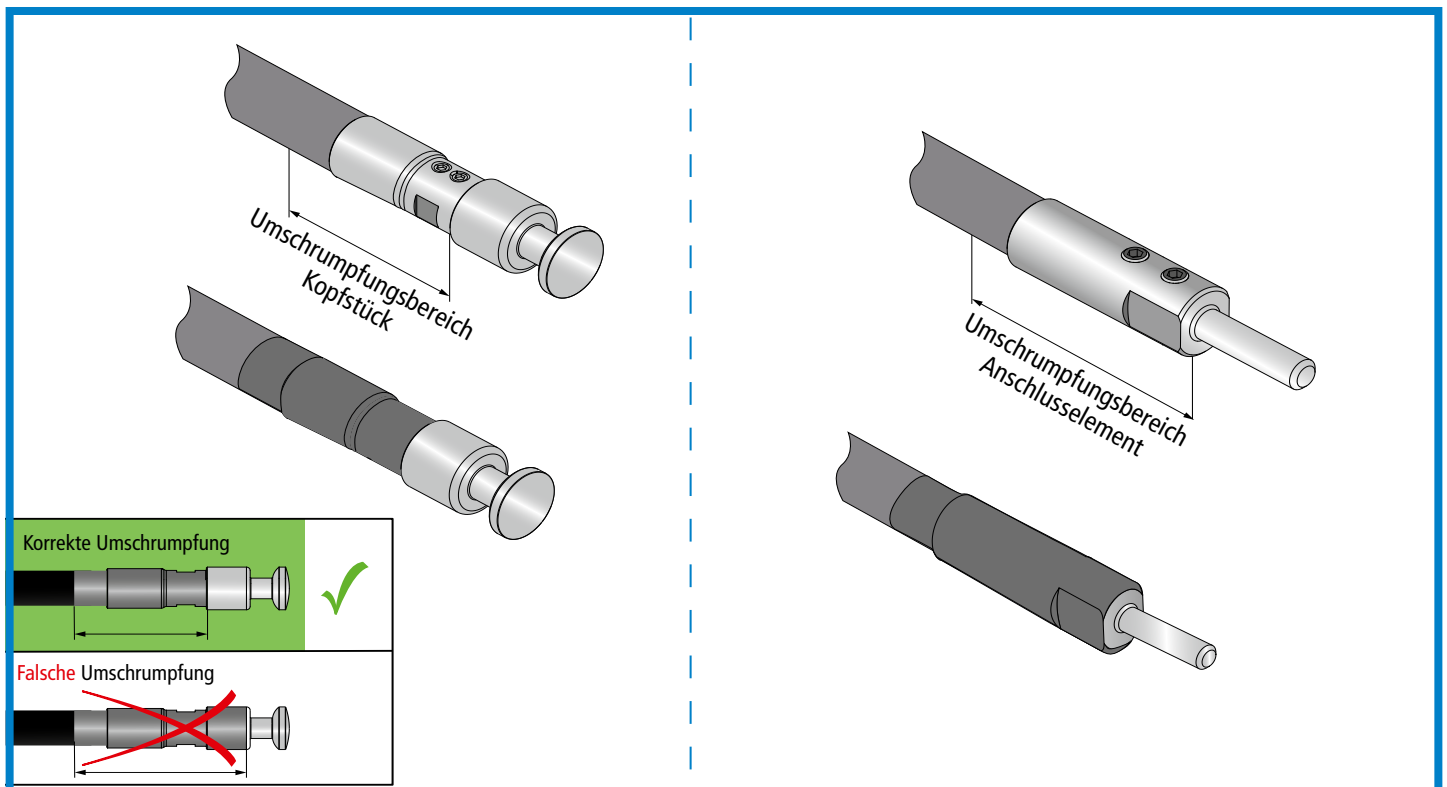

Bild 2 Umschrumpfen des Kopfstückes bzw. Anschlusselementes
- ➔ Der vorgegebene Umschrumpfungsbereich vom Kopfstück, Anschlusselement bis hin zur **HVI®long-Leitung** ist einzuhalten (siehe Bild 2).